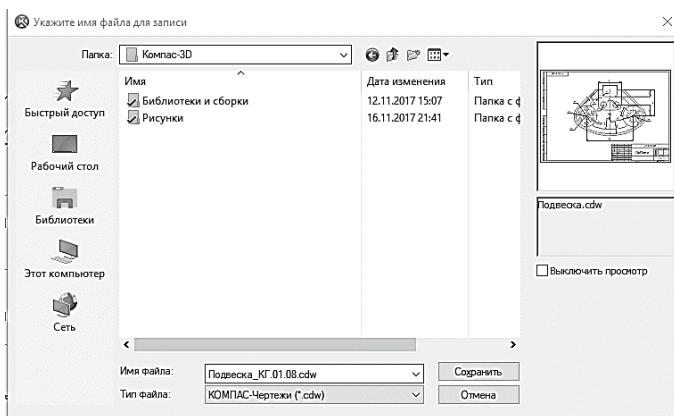

Рис. 84. Сохранение чертежа
2.19.3 Нажмите кнопку **Сохранить** на панели Стандартная. Убедитесь, что поле Имя файла окна записи документа заполнено данными из штампа чертежа. Нажмите кнопку **Сохранить** диалога (рис. 84).